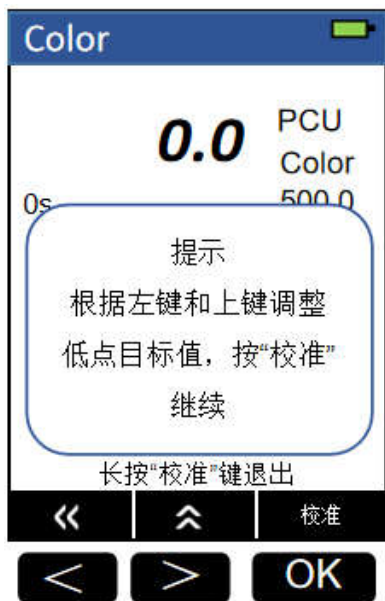

图 7 低点校准界面
6. 如图 7 所示，根据最后一次测量的吸光度值计算并显示新的浓度值。